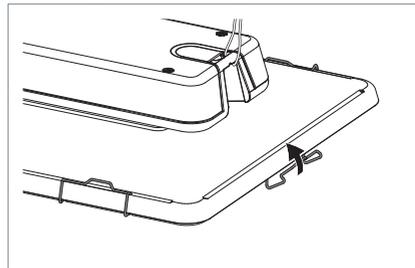

Fig. 14: Fixer la vitre de protection.
- ▶ Fixer la vitre de protection sur le luminaire en relevant les six clips de retenue, voir Fig. 14.